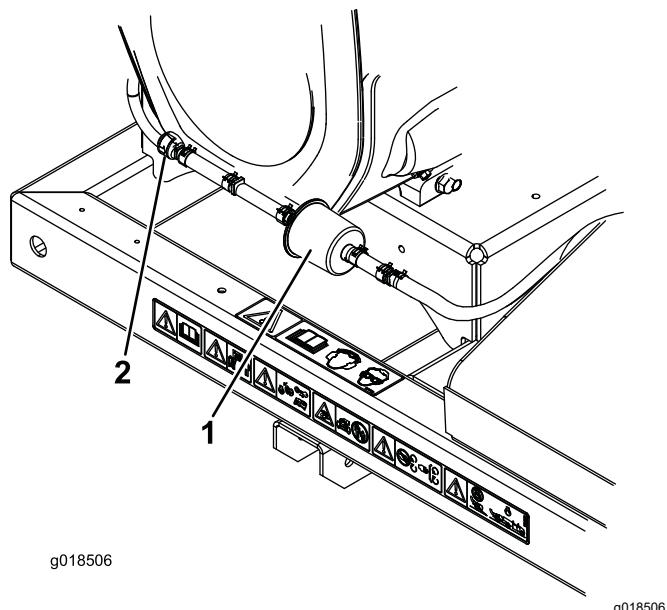

Figura 39
do recipiente de carbono para longe do filtro (Figura 39).
3. Retire e deite fora o filtro de carbono (Figura 39).
4. Instale um novo filtro no tubo com a seta no filtro a apontar na direção da válvula de verificação e prenda-o com os grampos de tubo (Figura 39).